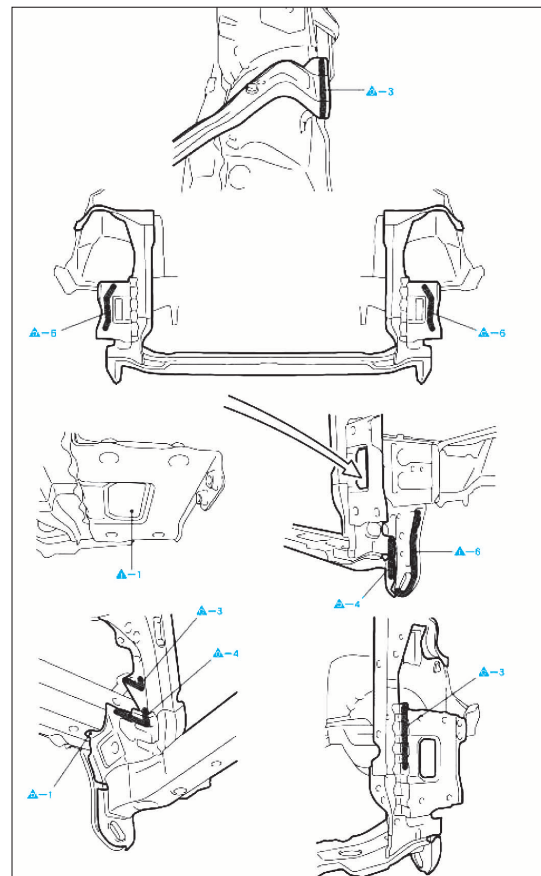

FIG. 5
- Dépointer aux endroits indiqués (Fig.5).